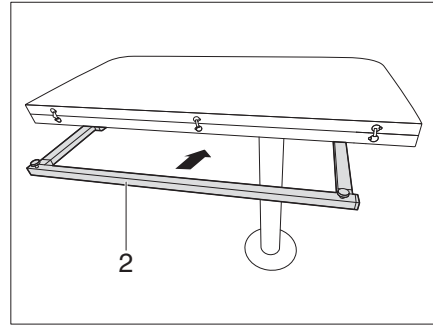

Bild 105 Skjut in fällbordsstödet
- Skjut in bordsstödet (Bild 105,2).